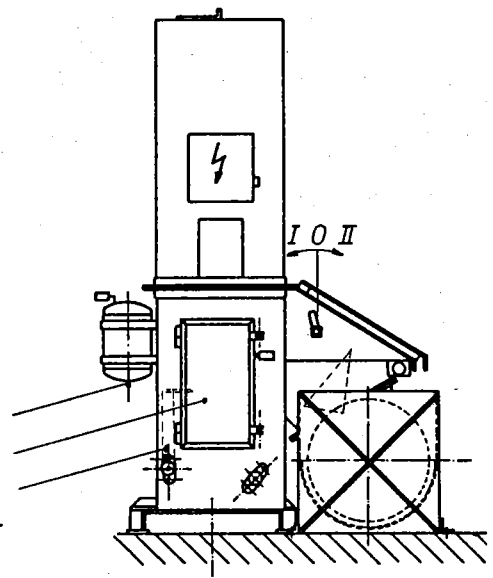

Abb. 2
- Preßluftkessel : Überprüfen, ob sich Kondenswasser gesammelt hat und ggfs. über das Entwässerungsventil (1) siehe Abb. 2, ablassen.
Der Messerwechsel erfolgt durch die Inspektionstüre (3), siehe Abb. 2. Zum Wechseln müssen die 4 Befestigungsschrauben (4), siehe Abb. 2, gelöst werden. Danach kann das Messer aus dem Gehäuse herausgenommen werden.